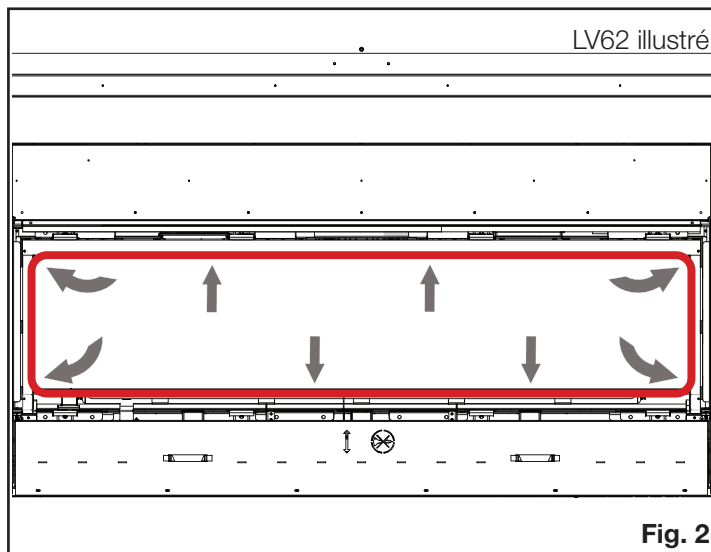

Fig. 2
7. Continuez d'insérer le joint d'étanchéité dans l'espace, en assurant qu'il couvre toute la distance le long de la porte fixée (**Fig. 2**).